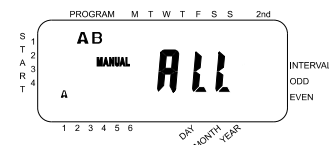

Figure 9: Arrosage semi-automatique pour les stations assignées aux programmes A et B
- Positionner le commutateur sur AUTO, ensuite appuyer sur la touche MANUEL. "AB", "MANUEL" seront affichés et "TOUS" clignotera [Voir Figure 9]. Cela indique que toutes les quatre ou six stations dans les programmes A et B seront arrosées semiautomatiquement pendant les durées assignées en série.